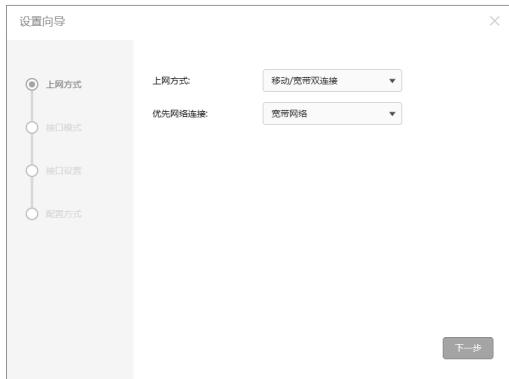

图4-2 上网方式设置
4. 进入上网方式设置, 如图4-2所示, 根据实际需求选择上网方式和优先网络连接方式, 单击“下一步”。